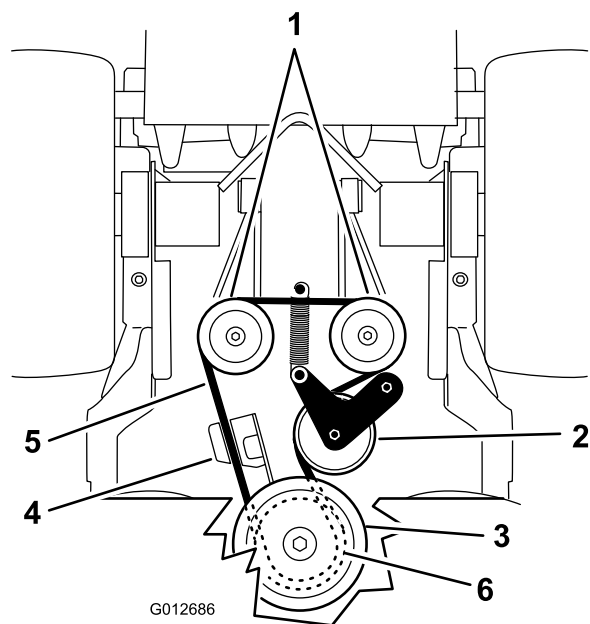

Figura 66
6. Retire la correa de transmisión de la bomba (Figura 66).
8. Conecte el muelle a la plataforma del motor (Figura 66).
5. Desconecte el muelle de la plataforma del motor (Figura 66).